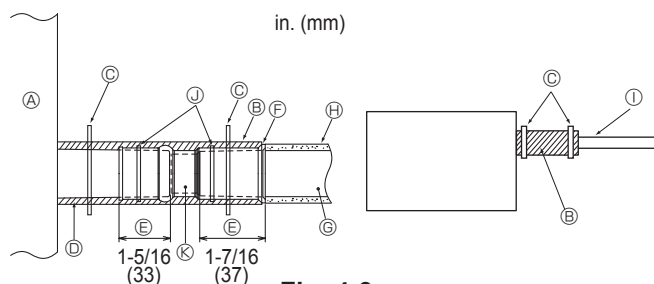

Fig. 4-3
1. Raccorder la prise d'écoulement (fourni avec l'appareil) au port de drainage. (Fig. 4-3) (Apposer le tube à l'aide de ruban adhésif en PVC puis le fixer avec une sangle.)
[Fig. 4-3]